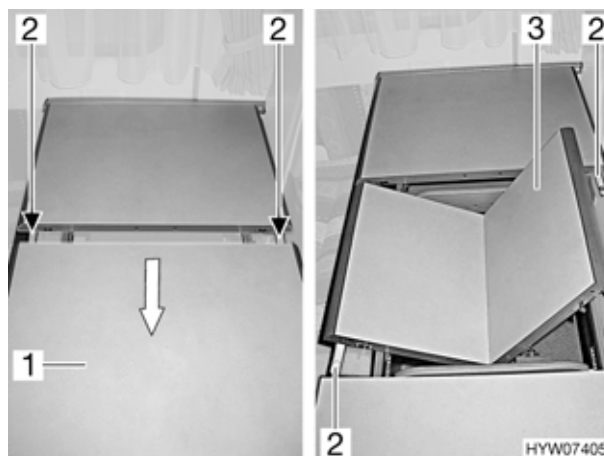

Fig. 66 Allungare il tavolo sospeso
- Svitare le linguette di sicurezza (Fig. 66,2) sul lato inferiore del piano del tavolo.
- Sollevare il piano del tavolo (Fig. 66,1) leggermente in avanti e in direzione della freccia fino all'arresto.
- Ribaltare il piano prolunga (Fig. 66,3).
- Unire i piani del tavolo e fissarli bene con le linguette di sicurezza (Fig. 66,2) sulla parte inferiore del piano del tavolo in modo che non possano scivolare.